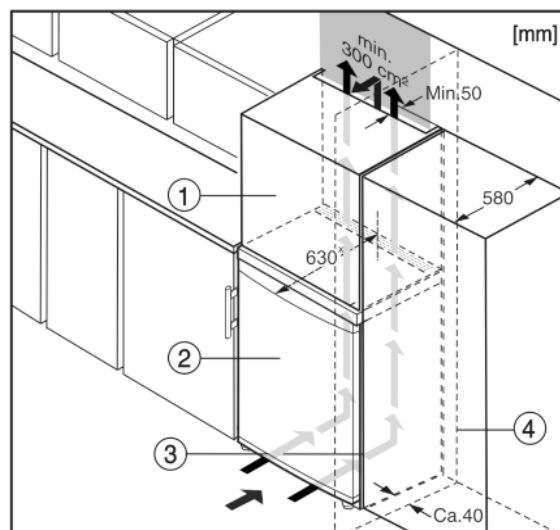

Fig. 5
Перед встановленням пристрою можна змінити його конструкцію відповідно до кухонної шафи. Щоб привести висоту пристрою *Fig. 5 (2)* у відповідність із розмірами кухонної ніші, можна встановити на нього спеціальну шафу *Fig. 5 (1)*.
При комбінуванні з кухонними шафами (глибина макс. 580 мм) пристрій можна встановити безпосередньо поруч з кухонною шафою *Fig. 5 (3)*. Пристрій виступає збоку на 34 мм × і посередині на 50 мм × відносно передньої панелі кухонної шафи.
Якщо пристрій встановлюється поряд зі стінкою *Fig. 5 (4)*, відстань між пристроєм та стінкою повинна бути не менше 40 мм. Це відповідає необхідній відстані для ручки після відкривання дверцят.